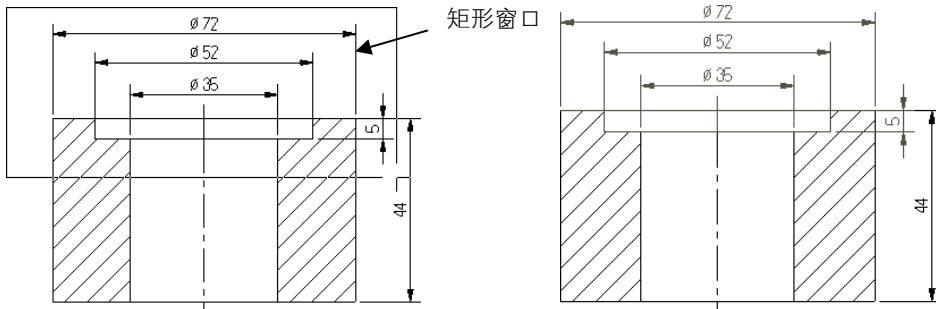

图 2-51 视窗内选取图素
- 视窗内：只选中完全包含在窗口内的图素。如图 2-51 所示，通过按住鼠标左键，再拖动鼠标，绘制出矩形选取窗口，包含在该窗口内的图素都将被选中，与窗口相交以及窗口外的图素都没有被选中。